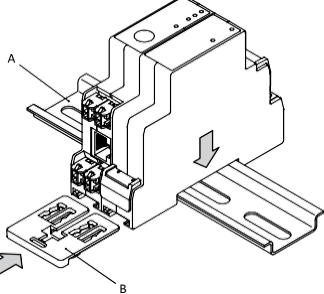

Fig. 4
Coloque Shelly Pro 3EM con Shelly Switch Add-On en el carril DIN fig. 4(A) e inserte el soporte de montaje doble suministrado fig. 4(B) para fijar los dispositivos al carril DIN.
Coloque o Shelly Pro 3EM com o Shelly Switch Add-on anexado no trilho DIN fig. 4(A) e insira o suporte de montagem duplo fornecido fig. 4(B) para fixar os dispositivos conectados ao trilho DIN.